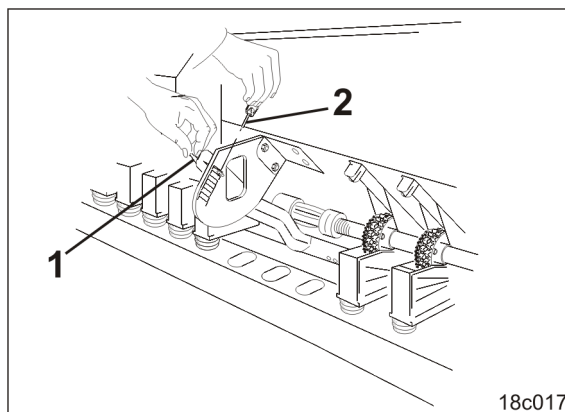

Рис. 144
1. Встановіть важіль донних заслінок (Рис. 144/1) в групі отворів за значенням в таблиці (див. с. 64).
2. Зафіксуйте важіль донних заслінок за допомогою шплінта (Рис. 144/2).